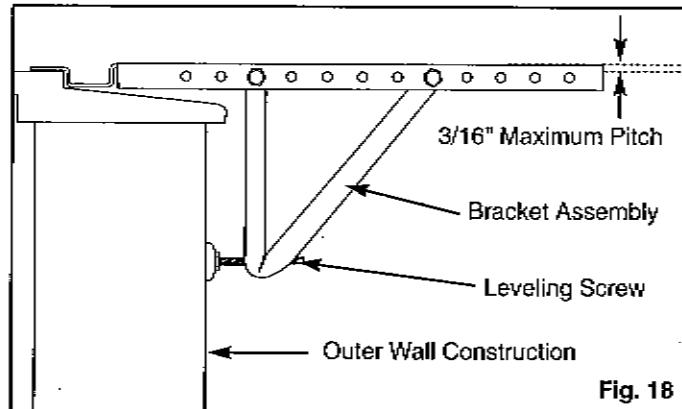
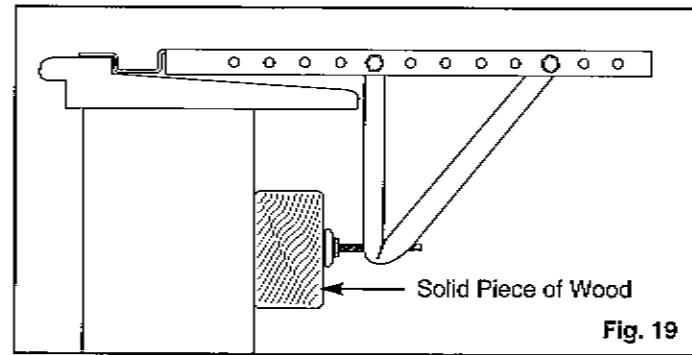
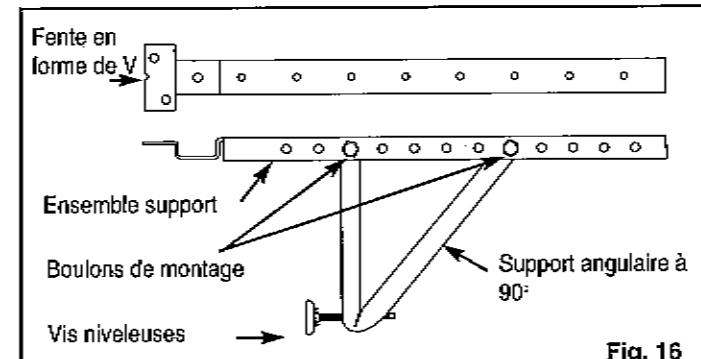

Fig. 18
Fig. 19
Fig. 16
C. Vérifiez pour vous assurer que l'inclinaison (angle) du caisson est légèrement dirigée vers le bas à l'extérieur. Si nécessaire, réajustez les vis nivelleuses dans la bride de montage. Voir Fig. 18.
A. Attach the bracket assembly to the 90° angle support brackets (Fig. 16) using four 1-1/2" x 1/4" bolts. (two bolts per bracket) Secure with the four 1/4" lock washers and four 1/4" nuts. **DO NOT** immediately tighten these bolts as it may be necessary to adjust the depth of the bracket assembly, depending on the depth of your window sill. See Fig's. 18 & 19. Test the bracket assembly in the window before installing, if satisfied, tighten all bolts. Install the two levelling screws into the 90° support brackets. See Fig. 16 If the levelling screws are distanced too far away from the wall to provide adequate stability, it may be necessary to shim this area with a solid piece of wood. See Fig. 19.
Brackets should be perpendicular to the inside window sill, with step (U) bracket tight against the sill. See Fig. 18.
C. For proper condensation run-off it will be necessary to adjust the angle/pitch of the window brackets. This is accomplished by adjusting the distance of the leveling screw on the outer wall. The maximum angle/pitch should not exceed more than 3/16". See Fig. 18.
C. Check to make sure the "pitch" (angle) of the cabinet is slanted slightly downward on the outside. If necessary, re-adjust the levelling screws in the mounting bracket. Fig. 18
A. Fixez l'ensemble support aux supports angulaires de 90° (Fig.16) en utilisant les boulons de 1,5 po x 1/4 po (deux par support).
Fixez avec les quatre rondelles de sécurité de 1 po et les quatre écrous de 1 po. Ne serrez PAS à fond immédiatement ces vis, car il pourrait être nécessaire d'ajuster la profondeur de l'ensemble support en fonction de la profondeur du cadre de votre fenêtre. Voir Figures 18 & 19. Vérifiez et testez l'ensemble support dans la fenêtre avant l'installation. Si vous êtes satisfait, serrez toutes les vis, installez les deux vis niveleuses dans les supports angulaires de 90° (équerre). Voir Fig. 16. Si les vis niveleuses sont trop distantes de la paroi pour fournir une stabilité adéquate, il peut être nécessaire de diminuer cette distance au moyen d'une solide pièce de bois. Voir Fig. 19.
avec chaque marque correspondante et montez les supports sur le rebord en utilisant deux vis de 3/4 po et 2 rondelles plates par support. Les supports doivent être perpendiculaires au rebord inférieur de la fenêtre, avec le support en (U) serré contre le cadre. Voir Fig. 18.
C. Pour un écoulement approprié de la condensation, il sera nécessaire d'ajuster l'angle de calage des supports de la fenêtre. Cela se fait en ajustant la distance de la vis niveuse sur la paroi extérieure. L'angle de calage maximum ne doit pas dépasser 3/16 po, Fig. 18.